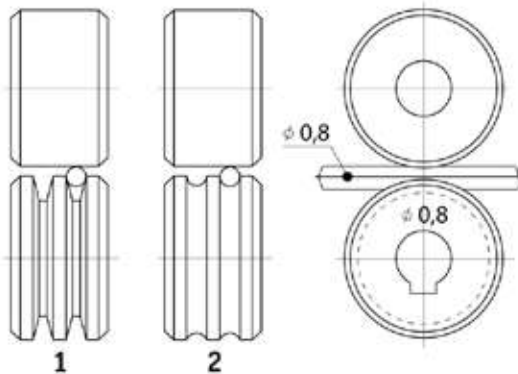

Рис. 10.6. Выбор подающего ролика.
- Форма канавки соответствует типу сварочной проволоки (См. рис. 10.6).